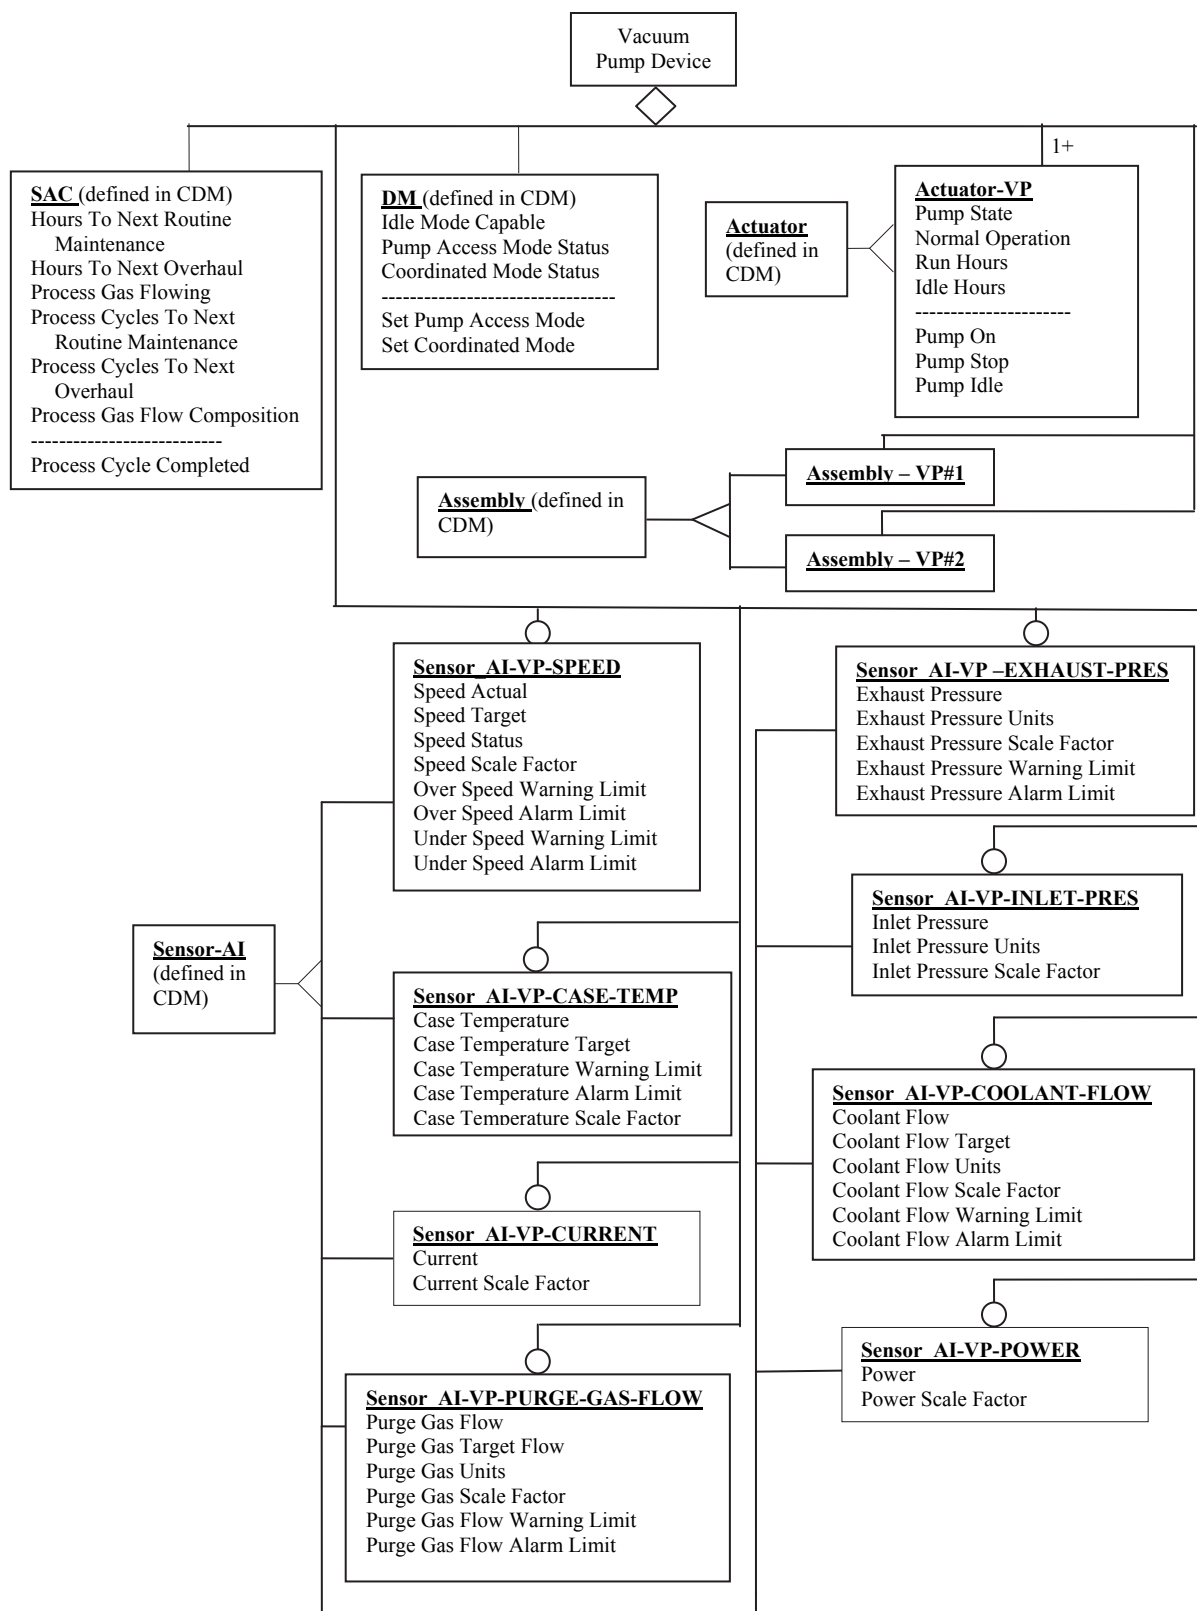

図 1
8.1 全般説明 — VPD のハイレベルのオブジェクトの見方を図 1 に示す。VPD オブジェクトを図 1 に示しているが、デバイスのハイレベルな見方とコンポーネントオブジェクトを示すことのみを目的としている。本文書の文脈中では、これらの中の一部のオブジェクトは、アドレッシングできず、アドレッシング可能な属性、アクセス可能なサービス、定義されたビヘイビアがないものである。図 1 のオブジェクトは何れも、VPD 機器の視覚化を意図したものである。VPD は「ブースタ付粗引きポンプ」(RVPB) 構成をとることがあるが、これはメインの粗引きポンプデバイスとブースタ・ポンプデバイス 1 つで構成されるものである。この構成では、メイン・ポンプデバイスはブースタ・ポンプデバイスを制御する役割を担うものでなければならない。メイン・ポンプデバイスはブースタ・ポンプデバイスに対してもネットワークからの可視性を用意する責務を負うものである。メイン・ポンプデバイスからブースタ・ポンプデバイスへ通信するために用いられる特別な機構は製造者が定めるものであり、本規定の取り扱いの範囲外である。
8.2 VPD の説明 — 真空ポンプデバイスの形態は図 1 に示す構成要素となるオブジェクトおよびそのオブジェクト間の関係を以って表される。Actuator-VP オブジェクトは必須のオブジェクトで、VPD を制御し、VPD の動作状態を報告するために用いられるものである。Sensor-AI オブジェクトは必須ではないオブジェクトで、VPD の環境や